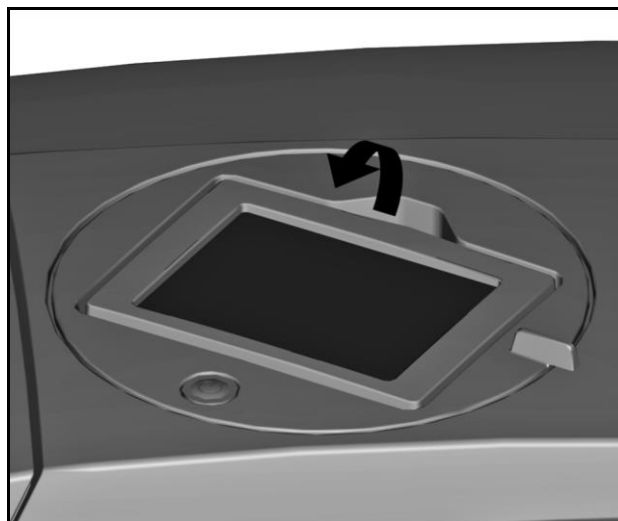

Рисунок 11 Сложенная сенсорная панель
- 1 Поднимите сенсорную панель в требуемое положение (см. Рисунок 11 Сложенная сенсорная панель).